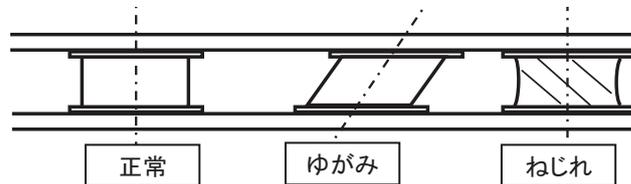

図 7 防振ゴム取付
- (1) 防振ゴムを使用する場合は、図 7 に示すように上下の穴の位置を合わせ、ゴムにねじれ、ゆがみなど無いように取り付けてください。